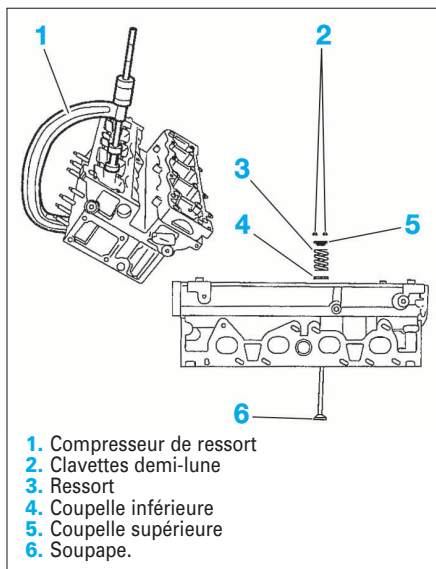

FIG. 35
- Effectuer le démontage de chaque soupape à l'aide d'un compresseur de ressort approprié et ranger les pièces (clavettes, coupelle supérieure, ressort, coupelle inférieure, soupape) par ordre sans les dépareiller (Fig.35).